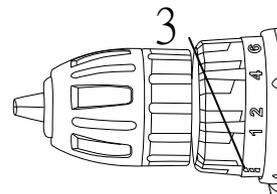

Рис. 5
Сверление обозначено знаком (3)  на вращающемся кольце (Рис. 5).